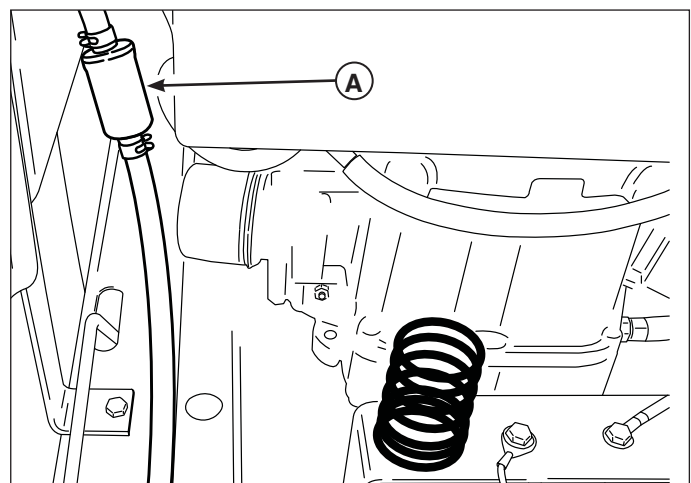

Figura 11. Sustitución del filtro de combustible (Vista desde atrás del compartimento de la batería)
3. Con tenazas, abra y deslice las grampas del filtro de combustible (A, Figura 11).